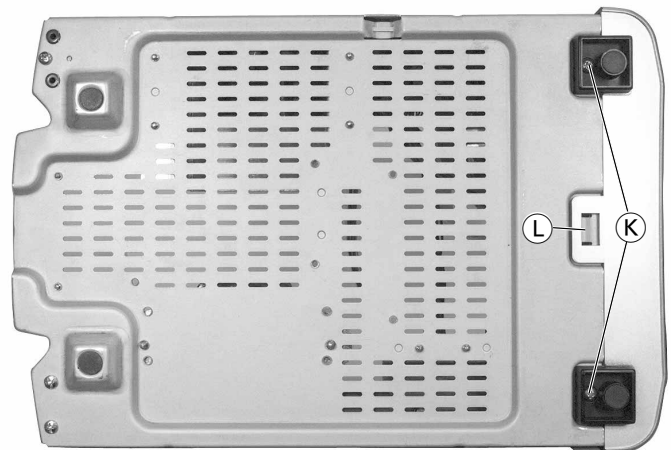

Fig. 10
- 2 Schrauben ⑨ (Fig. 10) herausdrehen.
- Rastnase ⑩ (Fig. 10) ausrasten.
- Undo 2 screws ⑨ (Fig. 10).
- Disengage hook ⑩ (Fig. 10).